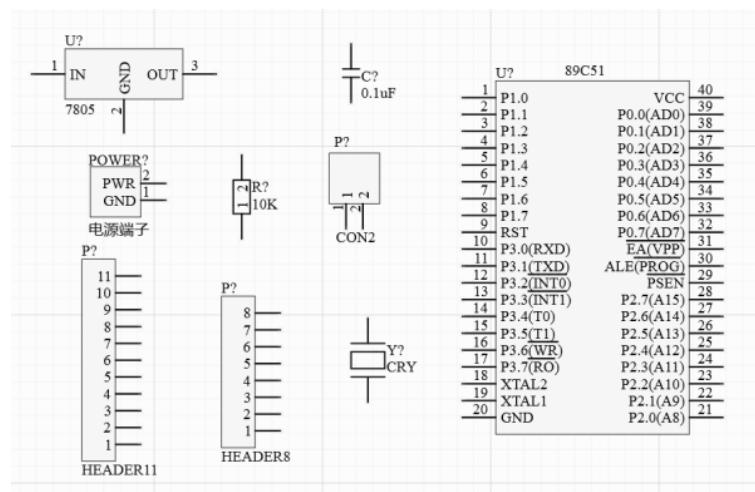

图 5-112 放置所有元件
(4) 重复第(2)、(3)步，放置其他元件，如图 5-112 所示，把所有需要放置的元件都放置到原理图中来。
(5) 移动元件到合适的位置，分别执行菜单命令“放置-线”、菜单命令“放置-网络标签”和菜单命令“放置-电源端口”，可以放置导线、网络标签和电源端口，完成原理图的电气性能连接。
(6) 对于多路电路，可以执行复制和粘贴，进行操作。
(7) 执行菜单命令“放置-绘图工具-线”，放置功能模块分块辅助线。
(8) 按快捷键“TAA”，进入编号编辑对话框，单击“Reset All”按钮，可以对所有的元件编号进行复位，单击“更新更改列表”按钮，对元件列表进行编号变更，单击“接受更改（创建 ECO）”按钮，接受编号变更，实现原理图的变更。